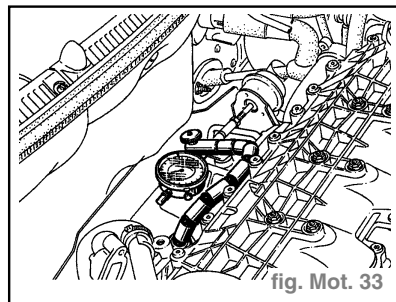

fig. Mot. 33
- Utiliser un pied magnétique muni d'un comparateur que l'on positionnera en bout de tige de wastegate. (fig. Mot. 33)